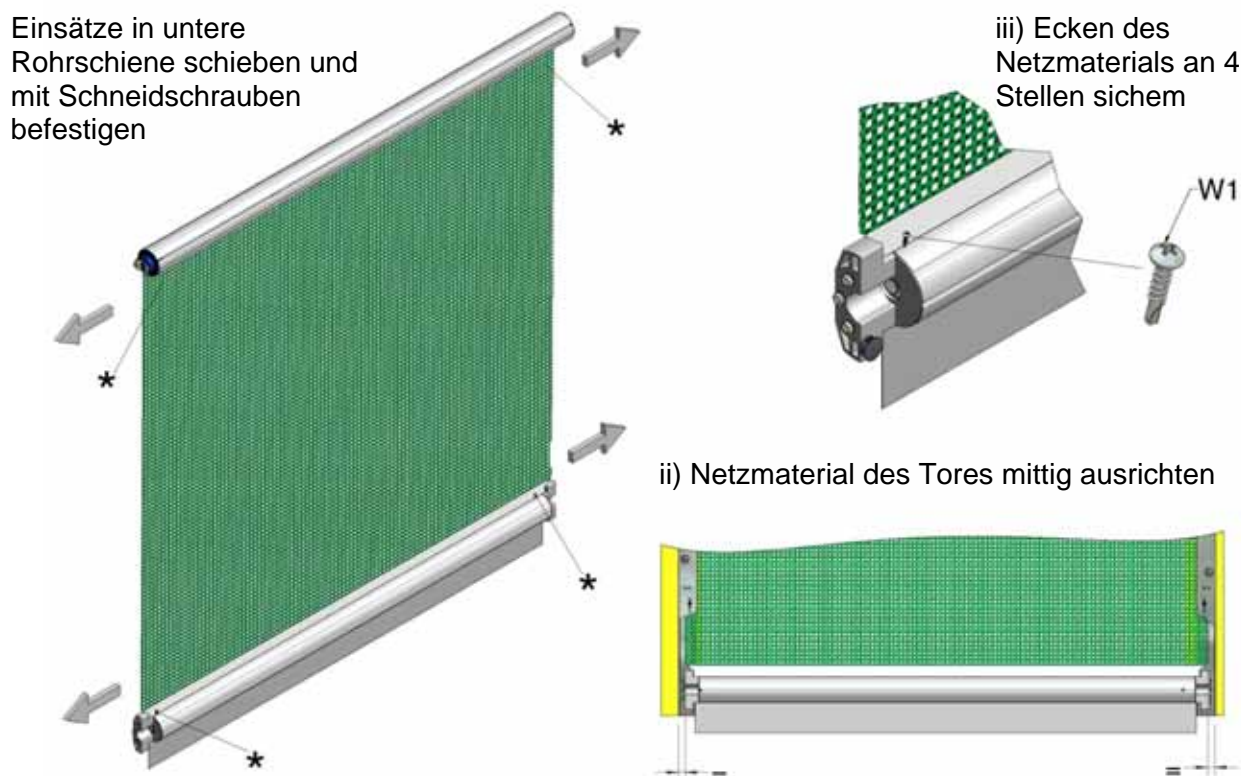

Abb. 15 – Mittige Ausrichtung des Netzmaterials.
14. Tür ganz herunterlassen, Netzmaterial mittig ausrichten und mit gelieferten 19mm Schneidschrauben (W1) an jeder Seite sichern. Es ist wichtig, die Netzsegmente vor dem Befestigen seitlich zu spannen, um Faltenbildung zu verhindern, siehe Abb. 15.